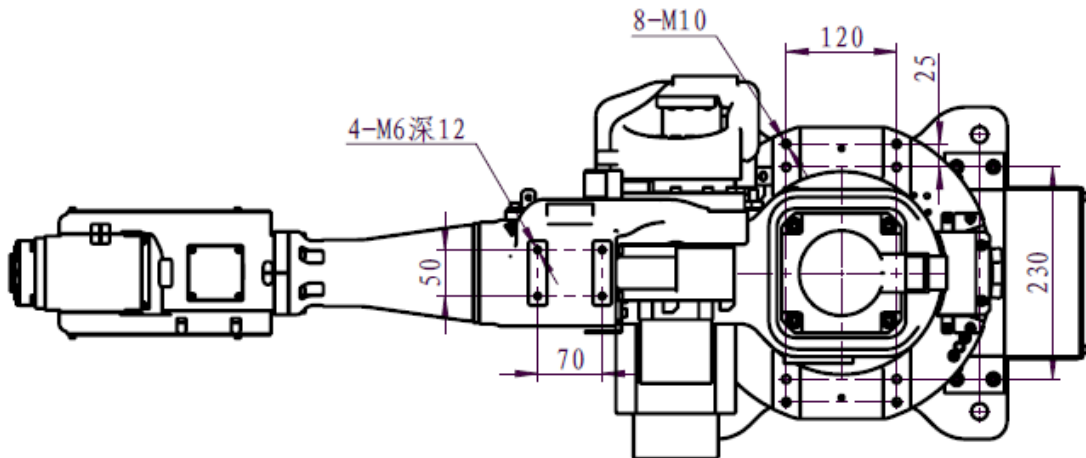
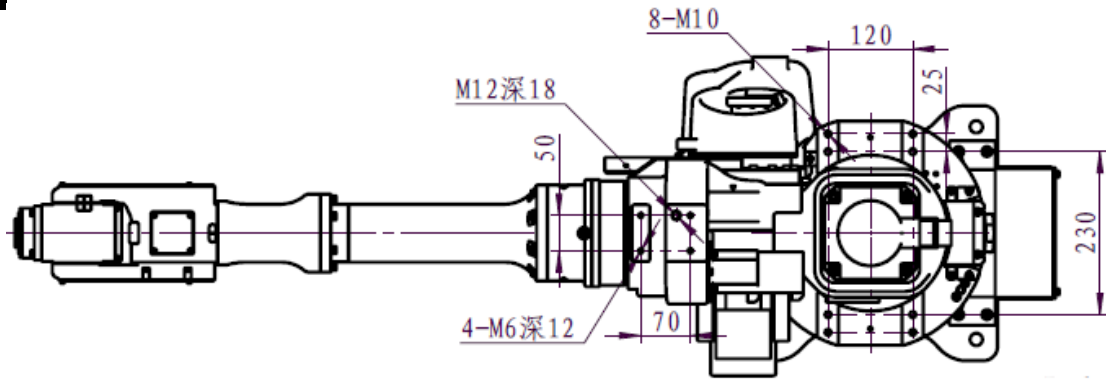

图 3.10 SA1400 前臂驱动箱体及旋转座辅助安装孔尺寸图
图 3.11 SA1800 前臂驱动箱体及旋转座辅助安装孔尺寸图
3、SA1400 前臂驱动箱体及旋转座辅助安装孔尺寸如图 3.10 所示；SA1800 前臂驱动箱体及旋转座辅助安装孔尺寸如图 3.11 所示。